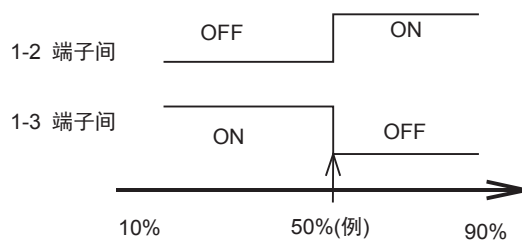

图9 辅助开关的设定动作形式例
开动作时，设定在 50% 开度时①-②端子间为「ON」、①-③端子间为「OFF」的例子如『图9 辅助开关的设定动作形式例』所示。